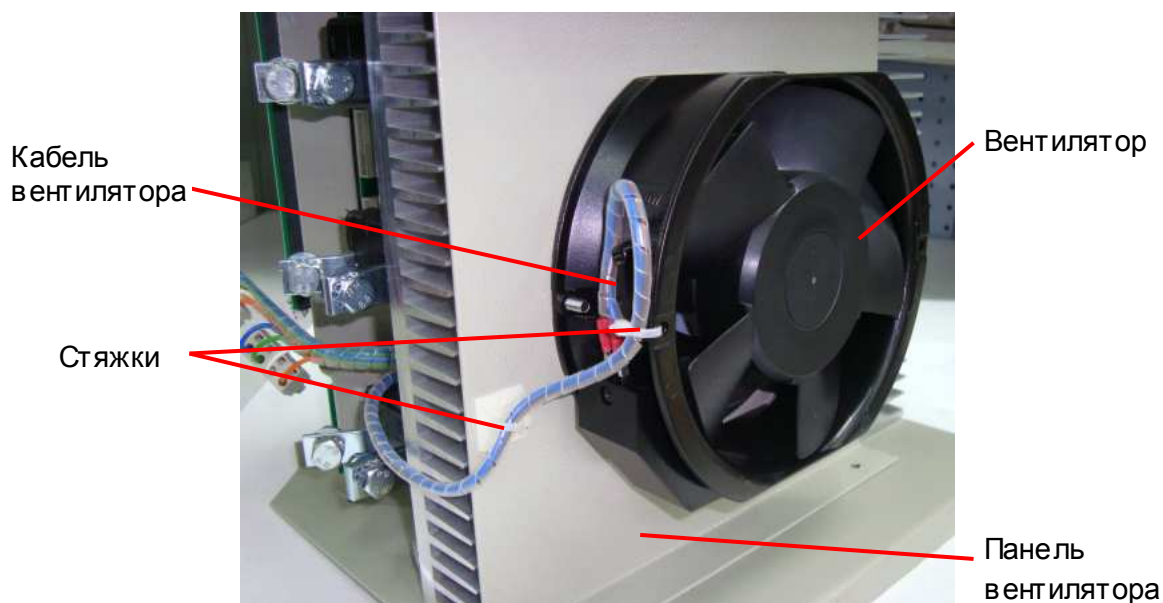

Рис. 7.16
7.6.3. Вставить панель с закрепленным вентилятором в корпус УПП (рис. 7.16).
7.6.4. Подключить разъем кабеля к клеммам вентилятора и зафиксировать его двумя пластиковыми стяжками (рис. 7.16).